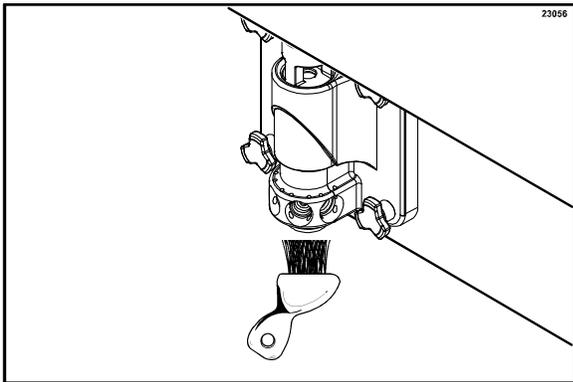

図24
4. 少量の洗浄液を用意しフリーザーに戻ります。下に容器におき、ドアスパウトブラシを消毒液に浸します。ドアスパウト、ドライブスピナーの底とスピナーブレード、およびシロップラインフィッティングをブラシで洗います (図24を参照)。